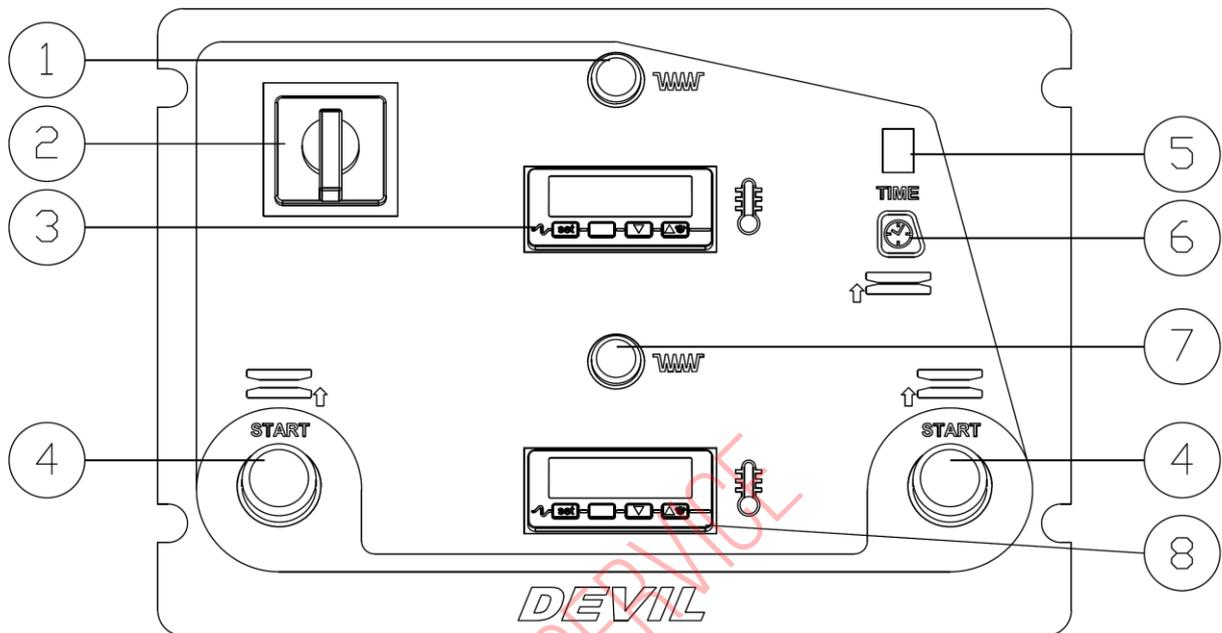
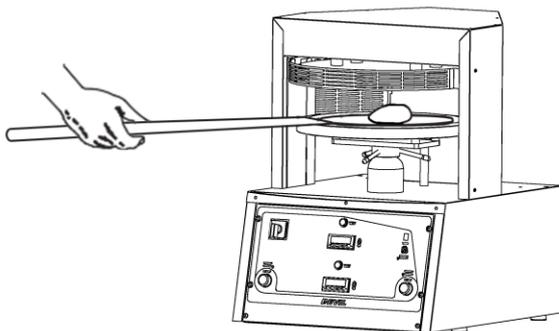
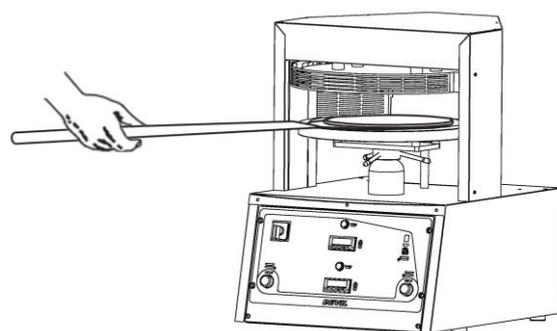

Fig. 5.2. Pannello comandi
Fig. 5.3.
Fig. 5.4.
Ruotare la manopola dell'interruttore B (Fig.5.2) in posizione 1, la macchina rimane in attesa. Programmare il temporizzatore F a 10 secondi, regolare i termostati C-H (Fig.5.2) a 150° C. I segnalatori A-E-G risulteranno illuminati.
1. Spegnerne la macchina, ruotando la manopola dell'interruttore (Fig.5.2 Pos. 2) in posizione 0.
Ruotare la manopola dell'interruttore (Fig.5.2 Pos. 2) in posizione 0, la macchina si arresta e i segnalatori si spengono. Accendere la macchina, dopo circa 15 minuti eseguire alcuni avviamenti a vuoto e verificare che sia il riscaldamento del disco che la funzionalità in generale siano regolari.
Dopo aver acceso la macchina programmare il temporizzatore (Fig. 5.2 pos. 6) da 1 a 10 secondi, regolare i termostati (Fig. 5.2 pos. 3 e 8) su valori compresi tra $+150^{\circ}$ e $+160^{\circ}$ C. Simultaneamente vengono attivate le resistenze elettriche dislocate all'interno dei dischi, le quali per effetto termico iniziano la fase di riscaldamento degli stessi le cui temperature vengono mantenute costanti sui valori prefissati dai termostati, i quali determinano ad ogni intervento di regolazione della temperatura l'accensione e lo spegnimento dei segnalatori (Fig. 5.2 pos. 1 e 7).
Raggiunta la stabilizzazione termica dei dischi (il cui tempo di attesa varia in relazione al valore di temperatura selezionato), si può dare inizio alla fase operativa. Con l'ausilio di una paletta idonea (Fig. 5.3) e leggermente infarinata, prelevare una pallina di pasta precedentemente lievitata (almeno 4-6 ore) e depositarla al centro del disco inferiore. Premere i pulsanti di avviamento (Fig. 5.2 pos. 4) per avviare il ciclo di salita e discesa del disco inferiore.
La durata della compressione dei dischi necessaria per la formatura della pasta viene regolata dal temporizzatore (Fig. 5.2 pos. 6) in relazione al valore precedentemente selezionato. Durante la sosta il segnalatore (Fig. 5.2 pos. 5) si illumina. Terminata la compressione il disco inferiore scende fino alla posizione iniziale di riposo. A conclusione del ciclo la pasta avrà assunto una forma piatta e circolare, pronta per essere prelevata con l'apposita paletta (Fig. 5.4).
Ruotare l'interruttore generale (Fig. 5.2 pos. 2) in posizione 0 a conclusione della fase operativa. Alla fine di ogni utilizzo procedere alla pulizia secondo le modalità riportate al capitolo 7.
Per ottimizzare la formatura della pasta e l'effetto antiaderente dei dischi, è indispensabile che la temperatura di questi ultimi venga mantenuta costante su valori di 150-160°C (il tempo necessario per la stabilizzazione è di circa 15 minuti dall'accensione). Tale funzione viene assolta dai termostati (Fig.5.2 Pos. 3 e 8).
Premere pulsante di regolazione sosta (Fig.5.2 Pos. 6).